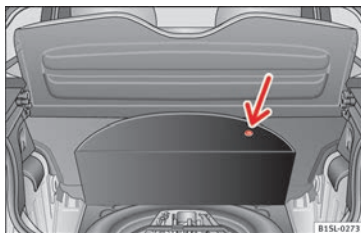

Fig. 122 En el maletero: moqueta levantada.
Las herramientas de a bordo, la rueda de repuesto, la rueda de emergencia o el kit antipinchazos se encuentran en el maletero, debajo de la moqueta del suelo » **fig. 122**.
- Levante la moqueta por la escotadura (flecha) » **fig. 122**.